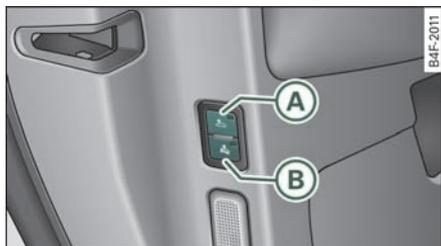

图 27 驾驶员车门端面：
– 按压按钮 **A** => 图 27，按钮中的发光二极管亮起。